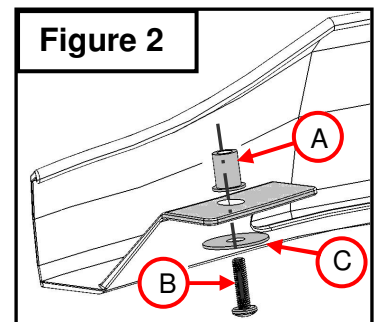

Figure 2
3. Fixez la quincaillerie incluse au protecteur de capot (**Figure 2**)